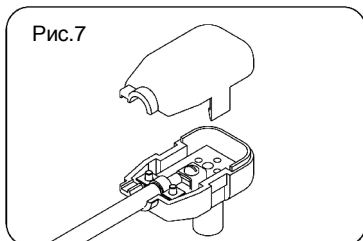

Рис.7
- 6.7. Другой конец кабеля присоединить к антенной вилке (для антенны L107.00) или к сепаратору (для антенны L108.00). Подсоединение к сепаратору производить согласно рис. 7.